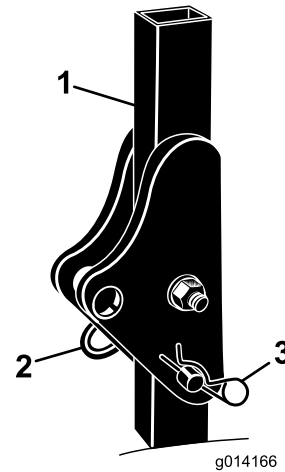

Рисунок 5
1. Извлеките U-образную шпильку и пальцы с защитной дуги (Рисунок 5).
2. Поднимите защитную дугу в вертикальное положение, вставьте два пальца и закрепите их U-образной шпилькой (Рисунок 5).